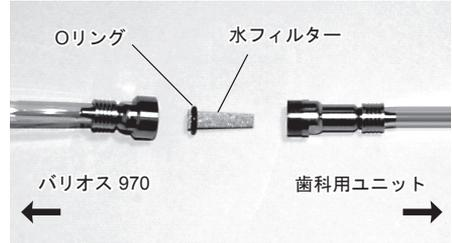

図41
- 3) ケース付水フィルターが外れると、中から水フィルターが出てきます。同じ向きで新しい水フィルター (別売品) に交換して、取り外しと逆の手順で組み付けてください。(図 41)